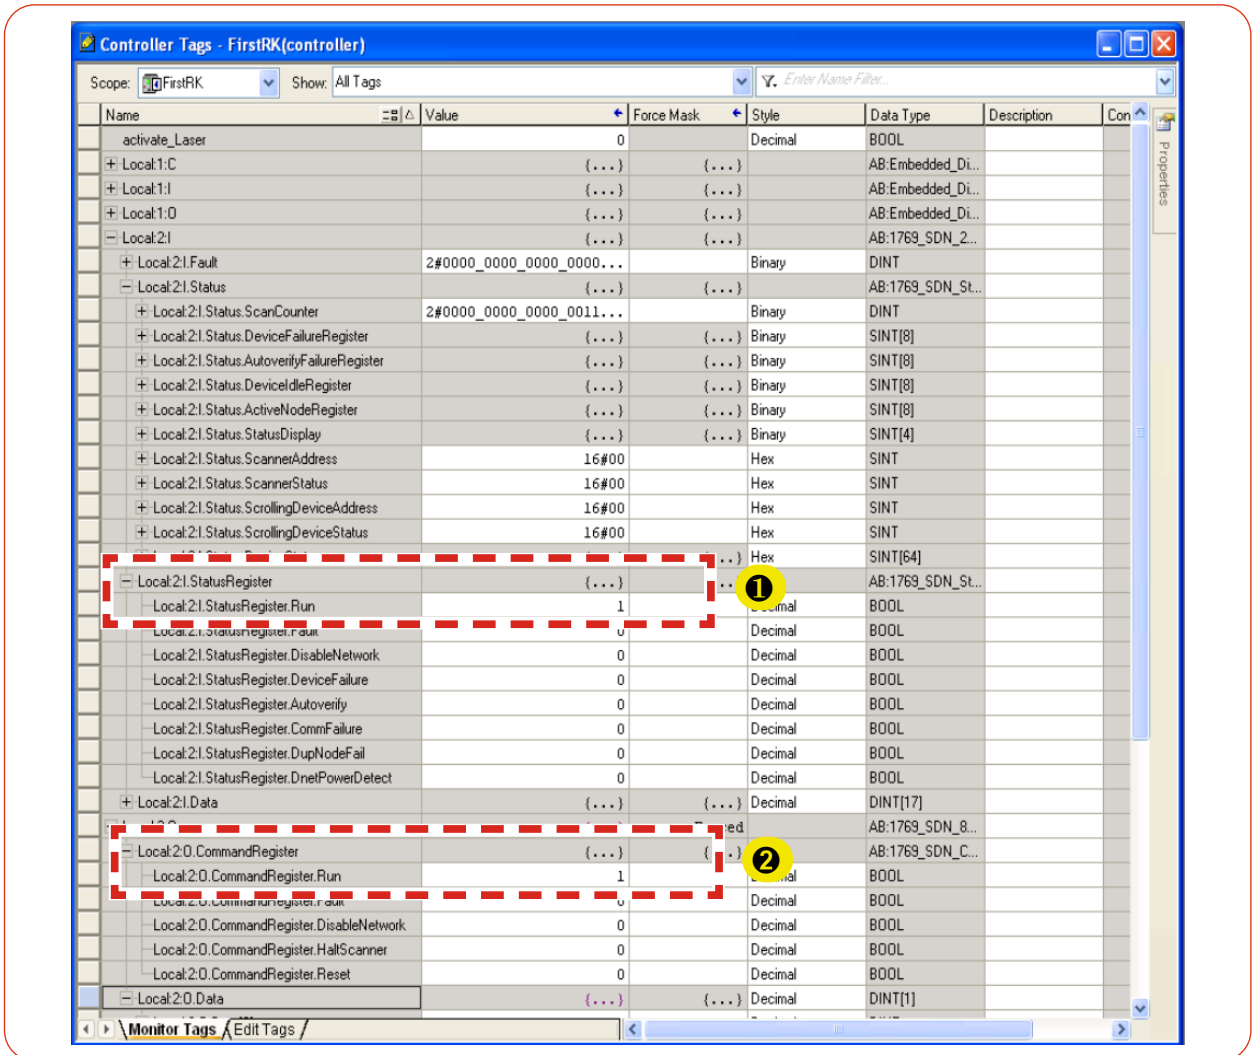

Abb. 13.5: Datenbereich des Scanners
Nach der Einbindung des DeviceNet®-Scanners und des PMM in das System stehen die Daten des PMM zuerst im Datenbereich des Scanners (siehe Abb. 13.5 auf Seite 67):
Der Eintrag „Local:2:0.CommandRegister.Run = 1“ in Abb. 13.5 auf Seite 67 --> ②) setzt den Scanner in den RUN-Modus. Erst dann werden Daten vom Scanner zum PMM transferiert.
Dass der Scanner im RUN-Modus ist, kann am Statusregister kontrolliert werden in Abb. 13.5 auf Seite 67 --> ① „Local:2:1.StatusRegister.Run = 1“).